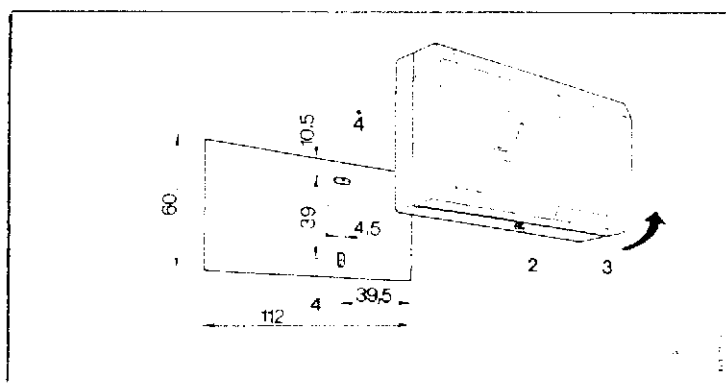
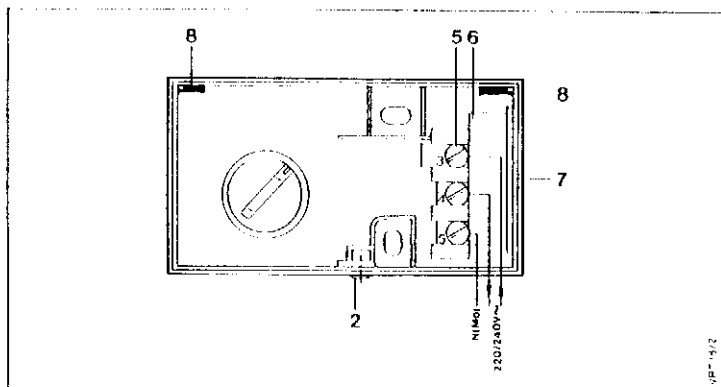

Рис. 3
Рис. 4
(рис. 3, стр. 8)
(рис. 4, 5, стр. 9)
**Верхнюю часть кожуха** навесить на выступы, закрыть и закрепить на нижней части кожуха с помощью винта (2, рис. 3).
Снять **верхнюю часть кожуха** (3, рис. 3) согласно разделу 3.3.
**При случайном перемещении** оси со стрелкой (11) можно восстановить заводскую юстировку, поставив ручку переключателя температуры (1) таким образом, чтобы маркировка (9) закрыла стрелку (11).
**Верхнюю часть кожуха** (3, рис. 3) вставить под выступы для подвешивания (8, рис. 4), закрыть и закрепить винтом (2, рис. 3).
Установить **верхнюю часть кожуха (3, рис. 3)** согласно раздела 4.
**Верхнюю часть кожуха (3, рис. 3)** снять согласно разделу 3.3.
Установить **верхнюю часть кожуха (3, рис. 3)** согласно раздела 3.3.